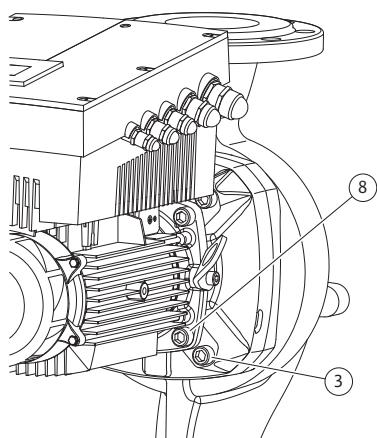

Fig. 49: Опціональне закріплення модуля
11. Розкрутити і зняти ґвинти (Fig. 7, п. 3). Залежно від типу насоса зняти зовнішні ґвинти (Fig. 49, п. 3). Модуль (див. Fig. 13) після зняття ґвинтів залишається у безпечному положенні у корпусі насоса, і навіть за горизонтального розташування вала двигуна не ризикує перекинутися.
16. Залежно від типу насоса послабити ґвинти (Fig. 7, п. 10) або, у іншому випадку, ґвинти (Fig. 49, п. 8).
22. Ліхтар насунути на вал і розмістити згори (або у іншому бажаному положенні) під кутом до фланця двигуна. При цьому слід дотримуватися монтажних положень щодо кожного компонента (див. главу 7.1 «Допустимі монтажні положення й зміна розташування компонентів перед установкою» на сторінці 21). Ліхтар закріпити гвинтами (Fig. 7, п. 10) **або** — у випадку такого типу насоса/ліхтаря як на (Fig. 49) — гвинтами (Fig. 49, п. 8) на фланці двигуна.